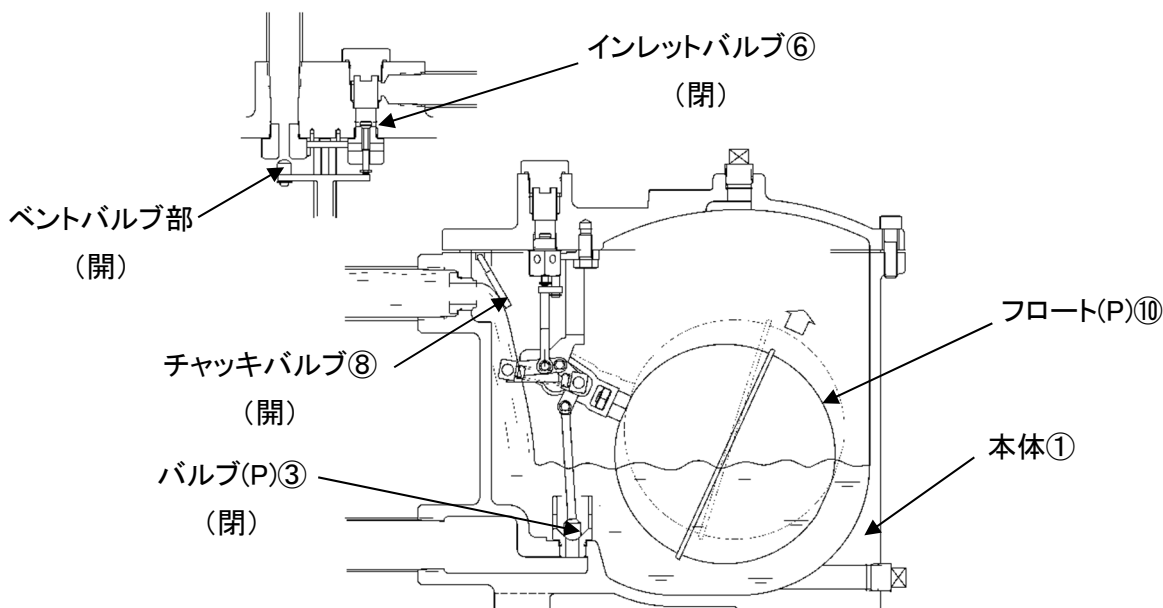

図2
ドレン入口よりチャッキバルブ⑧を通して、ドレンが本体①内部に流入するとフロート(P)⑩が浮力により上昇します。この動きに連動してバルブ(P)③が開きます。入口側圧力が製品出口側の背圧より大きい場合はこの状態でドレンを排出します。(図2参照)